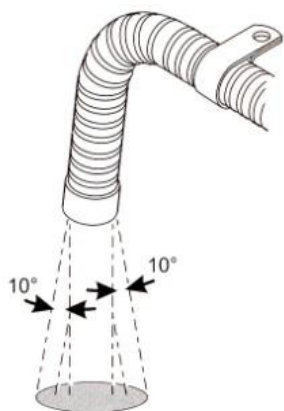

Рис. 22
4.6.6 В процессе работы печки выхлопная труба нагревается до высокой температуры. При установке убедитесь, что она проходит достаточно далеко от пластиковых частей или других частей корпуса транспортного средства обладающих небольшим тепловым сопротивлением. Выхлопная труба должна быть тщательно закреплена. Выхлопная труба должна быть расположена перпендикулярно поверхности дороги под углом $90^\circ \pm 10^\circ$. Для того чтобы гарантировать такой угол фиксирующий зажим должен располагаться на расстоянии 150 мм от конца трубы (Рис. 22).